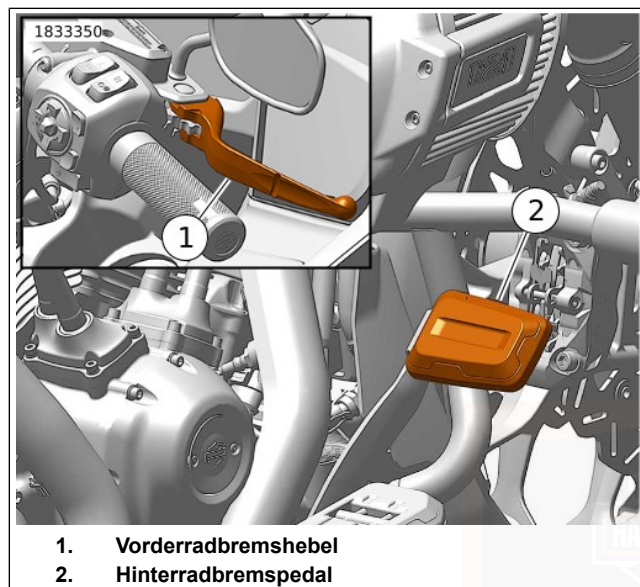

Abbildung 57. Bedienungselemente für Bremsen
Siehe Abbildung 57. Mit dem Vorderradbremshel (1) wird die Vorderradbremse betätigt. Der Hebel befindet sich am rechten Lenker. Den Handhebel mit den Fingern der rechten Hand betätigen.
Siehe Abbildung 57. Mit dem Hinterradbremspedal (2) wird die Hinterradbremse betätigt. Das Pedal befindet sich auf der rechten Seite. Das Hinterradbremspedal mit dem rechten Fuß betätigen.